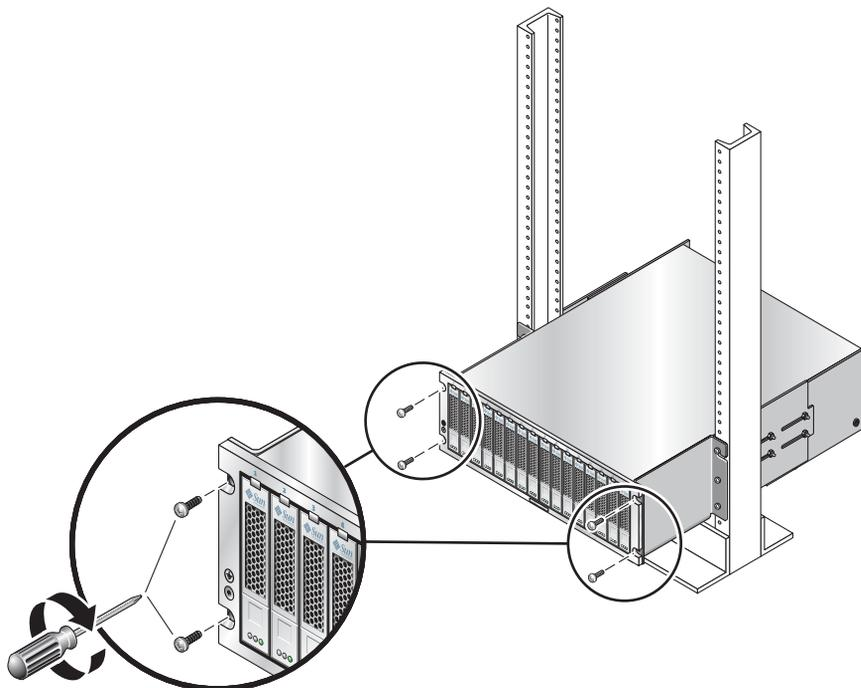

図 C-7 ラック前面へのトレイの固定
4. プラスのねじ回し (Phillips の 2 番) を使用して、4 本の 10-32 × 1/2 インチのねじ、ワッシャー、およびナット (両側に 2 本ずつ) を差し込んで締め付け、トレイをラック前面に固定します (図 C-7)。